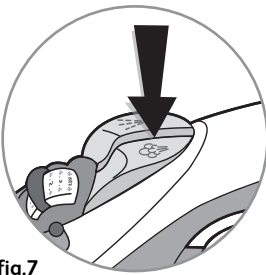
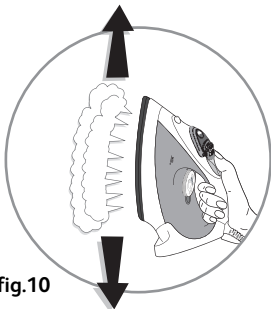

fig.7
fig.10
- Для разглаживания трудных складок время от времени нажимайте кнопку **Superpressing**  (рис.7). Интервал между двумя нажатиями должен быть не меньше нескольких секунд.
- Выполните несколько последовательных коротких нажатий на кнопку подачи парового удара  (рис.7) и ведите утюгом сверху вниз (рис.10).